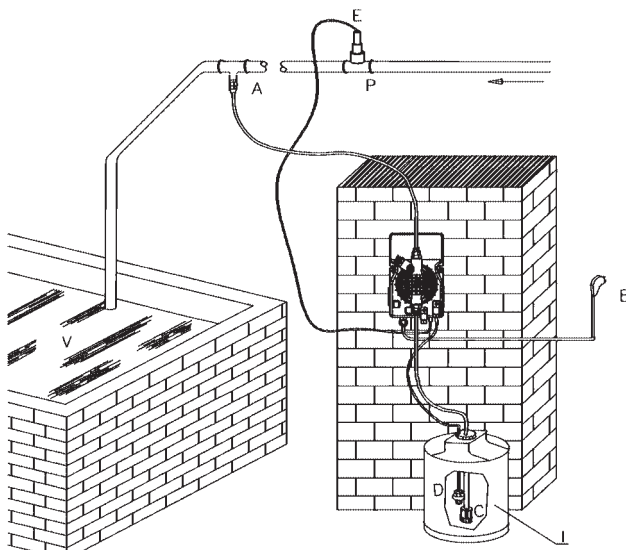

Fig. 14
6.2 - ESQUEMA TÉCNICO DE INSTALACIÓN (Fig. 14)